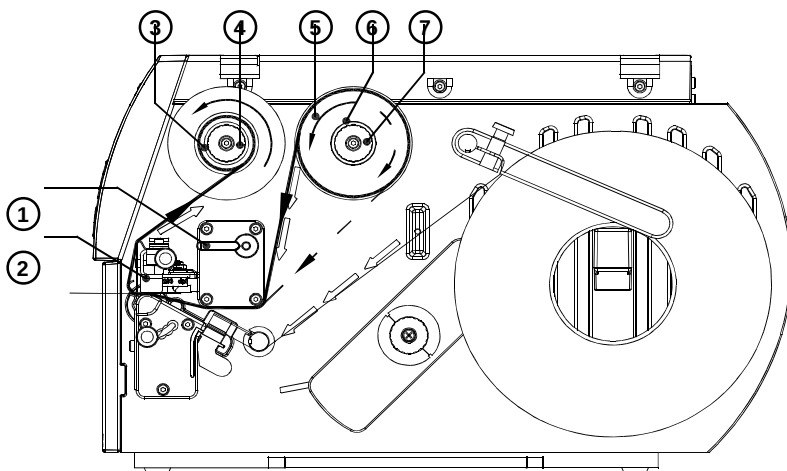

Рис. 5
1. Поверните рычаг (1) по ходу часовой стрелки до упора и тем самым поднимите блок печатающей головки (2).
2. Задвиньте рулон плёнки (5) до упора на размоточное устройство (6).
3. Удерживая рулон плёнки, поворачивайте гайку (7) против хода часовой стрелки до тех пор, пока почувствуете ощутимое сопротивление. Таким образом рулон плёнки (5) закрепляется на размоточном устройстве (6).
4. Задвиньте бобину рулона плёнки подходящей ширины на намоточное устройство (3) и зажмите бобину за счет завинчивания гайки (4) против хода часовой стрелки.
5. Заложите трансферную плёнку, как показано на рис. 5, и приклейте её конец клейкой лентой (например, этикеткой) к бобине рулона. На рис. 5 сплошная линия показывает рулон плёнки эмульсионной стороной вовнутрь, пунктирная линия показывает рулон плёнки эмульсионной стороной наружу.
6. Вращением намоточного устройства (3) про ходу часовой стрелки разгладьте и натяните движение плёнки.
7. Поверните рычаг (1) против хода часовой стрелки до упора. Таким образом печатающая головка (2) зафиксируется.